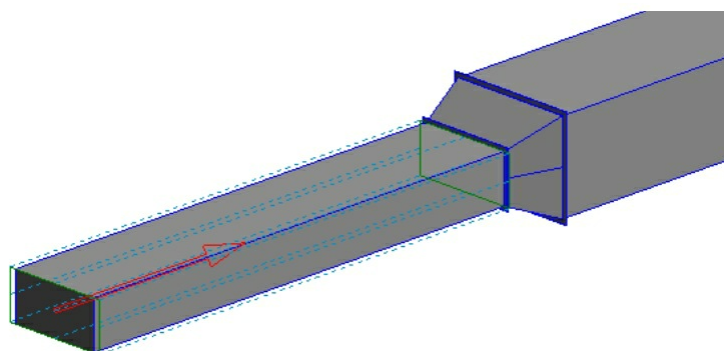

图2-117
(7) 最后是“对齐线”功能，对齐线为我们提供了一种更为直观的方法，选中需要对齐的风管，点选“对正”，然后点选“对齐线”，基准风管就会出现 9 条不同方向的基准线，可以选择其中一条基准线，被选中的基准线将会作为风管对齐的基准，如图2-117所示。